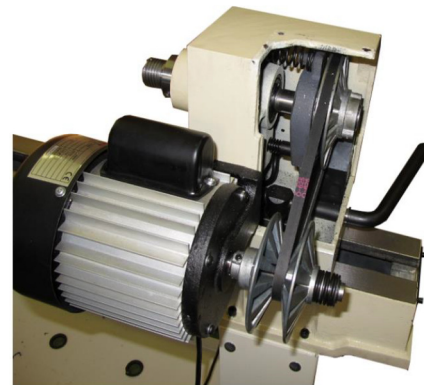

Рис. 21
3. Отведите опорную плиту двигателя, чтобы клиновой ремень соскользнул со шкива двигателя. Это ослабит натяжение ремня (см. Рис. 21).